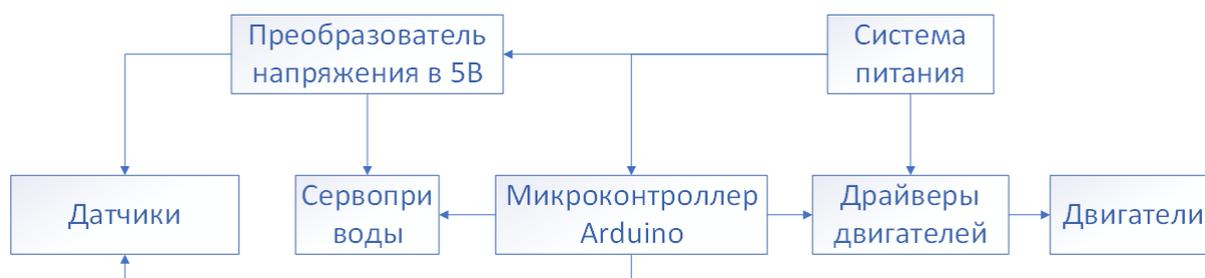

Рис.4. Схема шасси тележки
12. Костя создал шасси тележки по схеме на рис. 4. В шасси использовано: два двигателя, два драйвера двигателя, два сервопривода, шесть датчиков, один преобразователь напряжения.